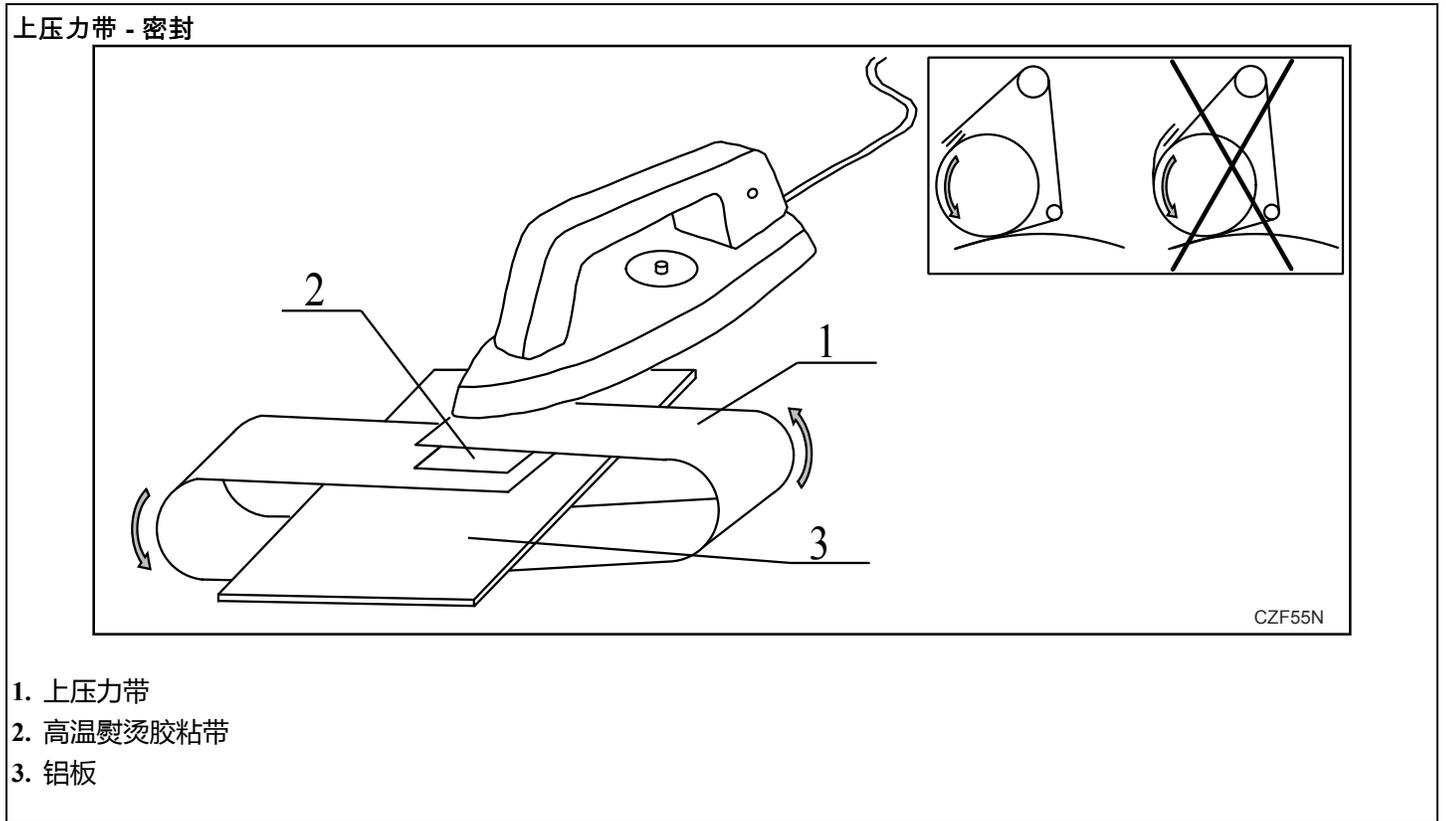

图 45
- 应按照章节机器清洁 - 检查间隔规定的时间间隔检查带子的运行状况。如带子丢失，必须更换。在紧急情况下，可通过打结的方式接入新带子。但是，结头可能会印入上部压辊的毛毡中，然后印在熨烫的织物上。因此制造商建议使用原始方法来接入带子 - 通过粘接剂进行密合（参见图 45）。